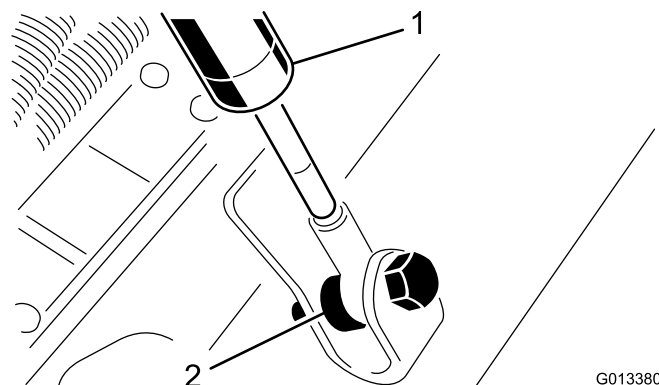

Figure 6
7. Retirez les boulons, les entretoises et les écrous à embase qui fixent l'autre extrémité des amortisseurs au plateau de coupe (Figure 6).